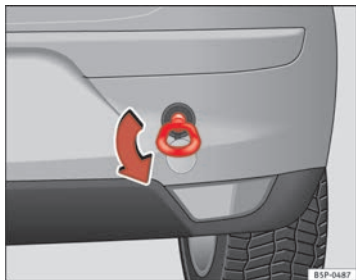

Abb. 206 Einschrauben
- Schrauben Sie die Abschleppöse in Pfeilrichtung *links* herum bis zum Anschlag vorne ⇒ Abb. 205 oder hinten ⇒ Abb. 206 in die Gewindebohrung ein. ■